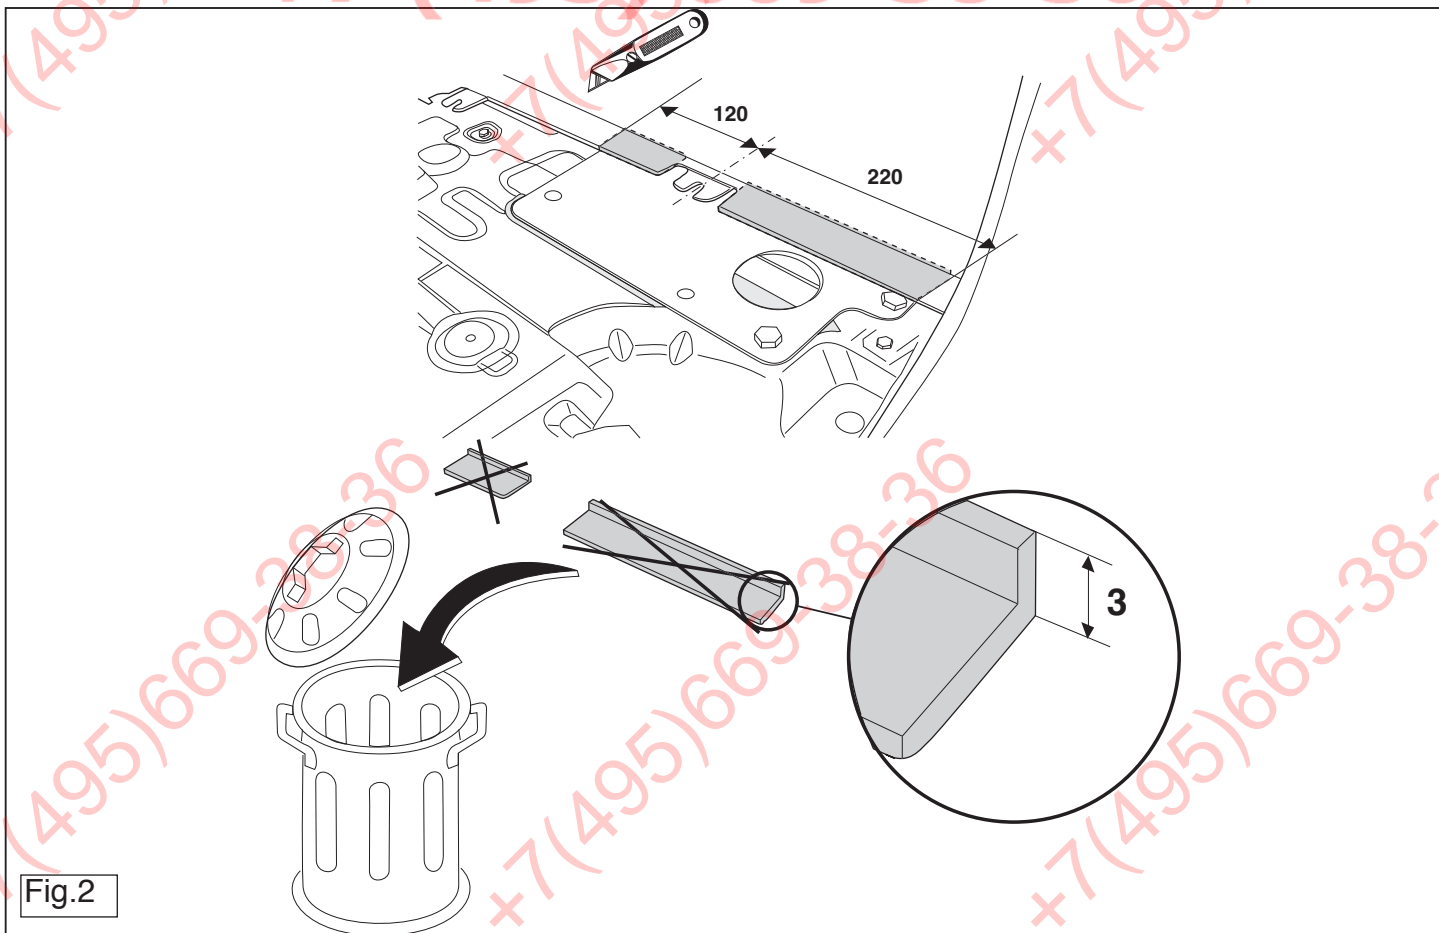

Fig.2
9. Saw a portion out of the side panel as shown in figure 2.
9. Gemäß Abb. 2 einen Teil aus die Seitenwand heraus sägen.